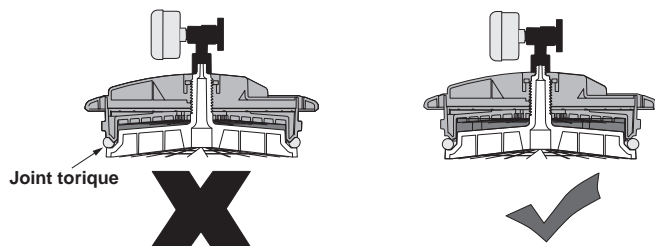

Figure 9. S'assurer que le joint torique n'est pas comprimé
1. Commencer avec le couvercle complètement hors du filtre afin de s'assurer que le joint torique n'est pas comprimé. Fig. 9